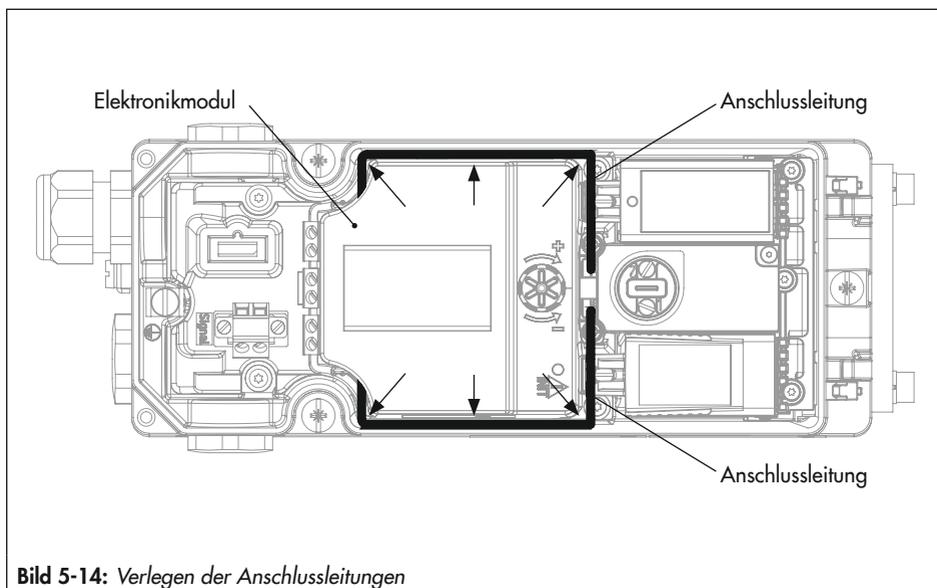

Bild 5-14: Verlegen der Anschlussleitungen
4. Die beiden Anschlussleitungen jeweils zwischen Elektronikmodul und Stellungsreglergehäuse klemmen und nach unten drücken, vgl. Bild 5-14. Darauf achten, dass die Leitungen nicht hervorstehen und beim Schließen des Gehäusedeckels eingeklemmt werden.